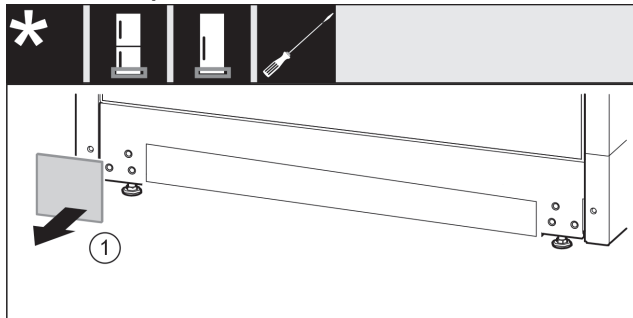

Fig. 13
- Retire la cubierta. Fig. 13 (1)